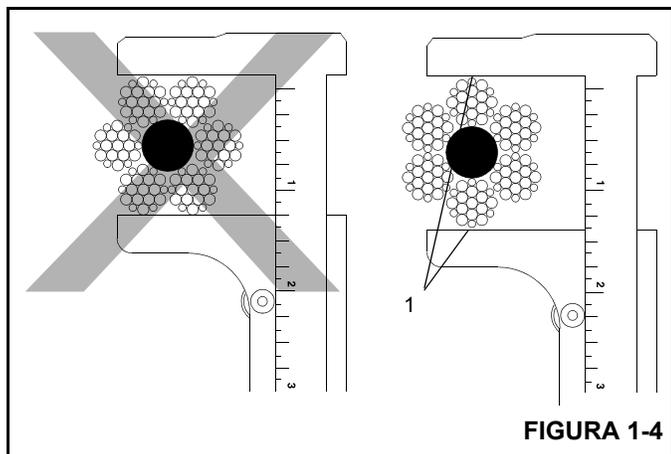

FIGURA 1-4
- Mida el diámetro del cable entre las coronas (1) de las trenzas para determinar si el cable se ha dañado (Figura 1-4).